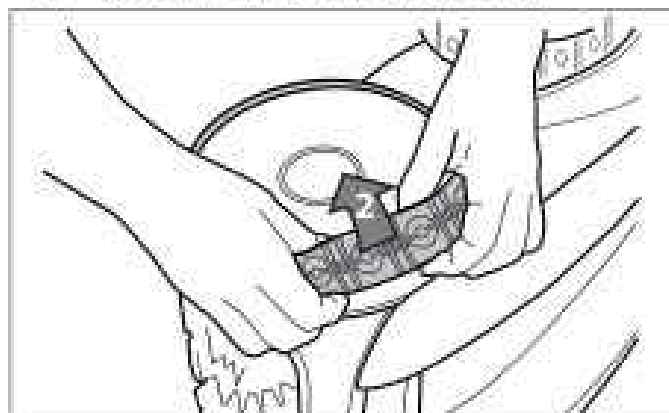

Figure 32. Enlever le vieux pneu
2. Retirez l'ancien pneu (Figure 32).